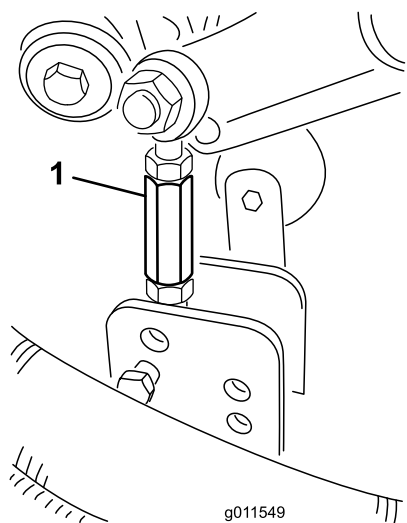

Figura 27
9. Retire los pasadores de horquilla y las chavetas que fijan los acoplamientos de los amortiguadores a los soportes de la carcasa de corte (Figura 27).